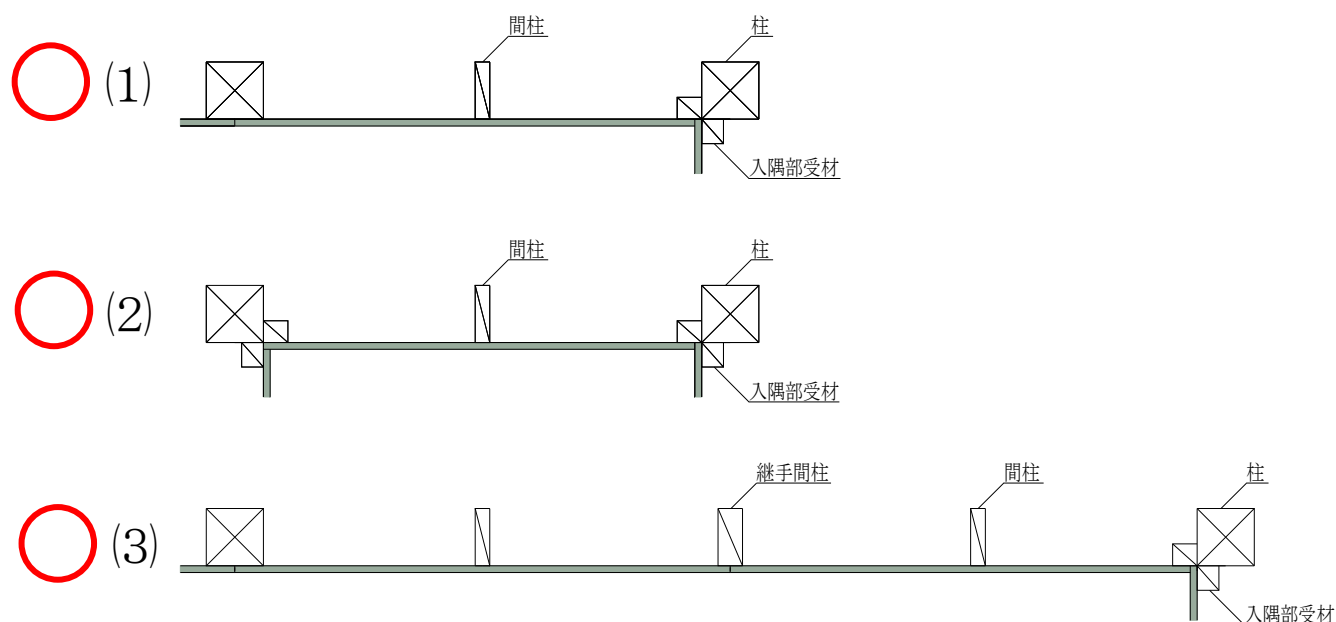

図 12 入隅部の納まり図①
- ・ 1 つの耐力壁について、(1)片側に入隅部がある場合、(2)両側に入隅部がある場合のいずれも耐力壁（2.6 倍）とできます（図 12）。尚、入隅部面材の勝ち負けおよび 1P・2P は問いません（例：(3)）。
- 詳しくは「認定書別添 4/14 (2)面材の割付」をご確認ください。